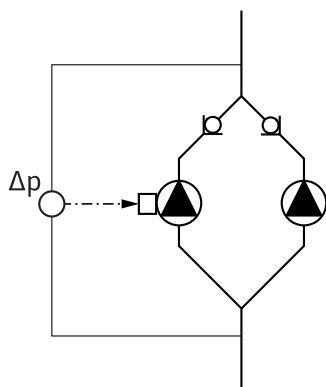

Fig. 13: Exemplu, racord IDP
- În exemplul din fig.13 pompa principală este pompa din stânga, în sensul curgerii. Racordați la această pompă senzorul de presiune diferențială.
Punctele de măsurare pentru senzorul de presiune diferențială de la pompa principală trebuie să se afle pe respectiva conductă colectoare pe partea de aspirație și de scurgere a instalației de pompe cu două rotoare (fig.13).